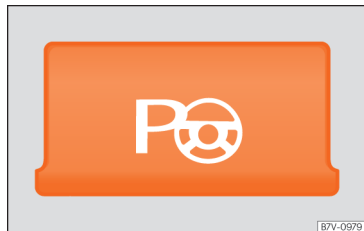

Fig. 251 Détail de la console centrale : touche pour activer manuellement l'assistant aux manœuvres de stationnement. »
- **Pour des places parallèles à la chaussée** : appuyez sur la touche »» **fig. 251** autant de fois que nécessaire jusqu'à ce que le mode de stationnement souhaité soit sélectionné. Lorsque la fonction est active, le témoin de la touche s'allume.
- **Pour des places perpendiculaires à la chaussée** : appuyez sur la touche »» **fig. 251** autant de fois que nécessaire jusqu'à ce que le mode de stationnement souhaité soit sélectionné. Lorsque la fonction est active, le témoin de la touche s'allume.
- Appuyez sur la touche . Quand la fonction est active, un témoin sur la touche  **fig. 251** s'allume.